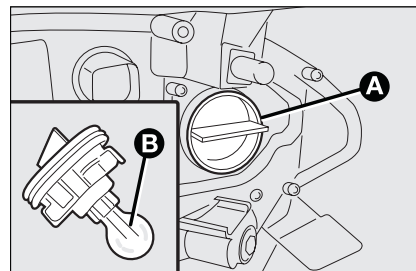

Рис. 23
- извлеките лампу **B**, **рис. 23**, и замените ее;